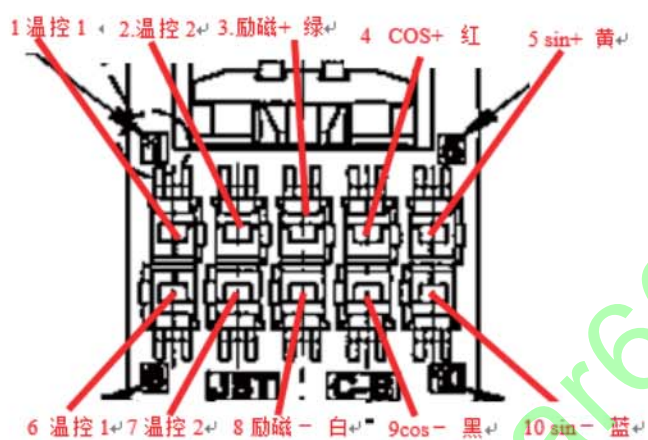

图 18
2.1. 拆卸驱动电机控制器：交错拧开用于固定驱动电机盖的13个M5螺栓，将驱动电机端盖从总成上拆开，拆掉驱动电机控制器与驱动电机相连的三相线，按下卡扣将下图18所示旋变及温度传感器接插件拔出，拆开用于固定驱动电机控制器箱体与驱动电机和变速器前箱体的4个螺栓，将控制器与电机和变速箱分离。